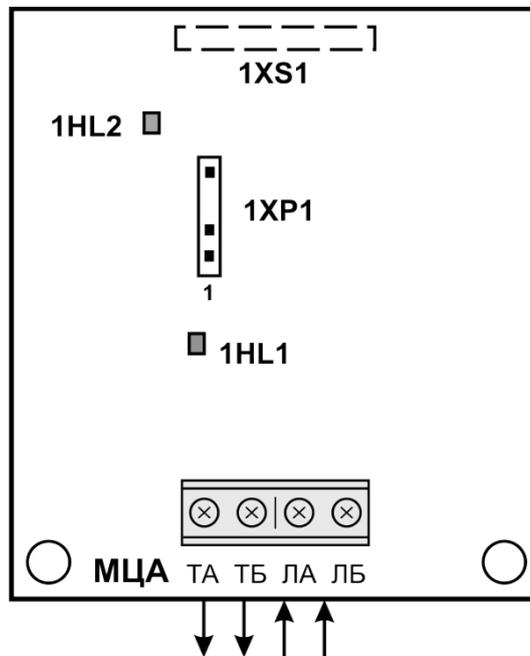

Рисунок 7.10 – Підключення входів та виходів МЦА
До ППКП Тірас-16П можливо приєднати два МРЛ-8/М-OUT8R з адресою «1». Адреса МРЛ-8 встановлюється джамперами JP1-JP3 (рис. 7.10). JP1=0, JP2=0, JP3=0 відповідає адресі «1». Всі технічні характеристики МРЛ-8 наведені в розділі 4. Детальна інформація про налаштування та підключення М-OUT8R наведена в паспорті ААБВ.425952.020 ПС , який можна завантажити на сайті www.tiras.ua.
- Встановити плату комунікатора на плату БМК приладу, з'єднавши роз'єм 1XS1 комунікатора (рис. 7.10) з роз'ємом ЗХР4 приладу (Додаток Г, рис. Г.1) та зафіксувавши плати між собою тримачами.